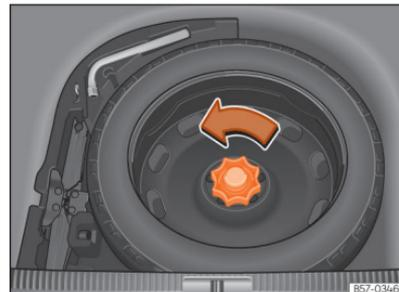

Abb. 237 Im Gepäckraum: hochgeklappter Ladeboden
- Drehen Sie das Rädchen entgegen dem Uhrzeigersinn >>> (Abb. 237).